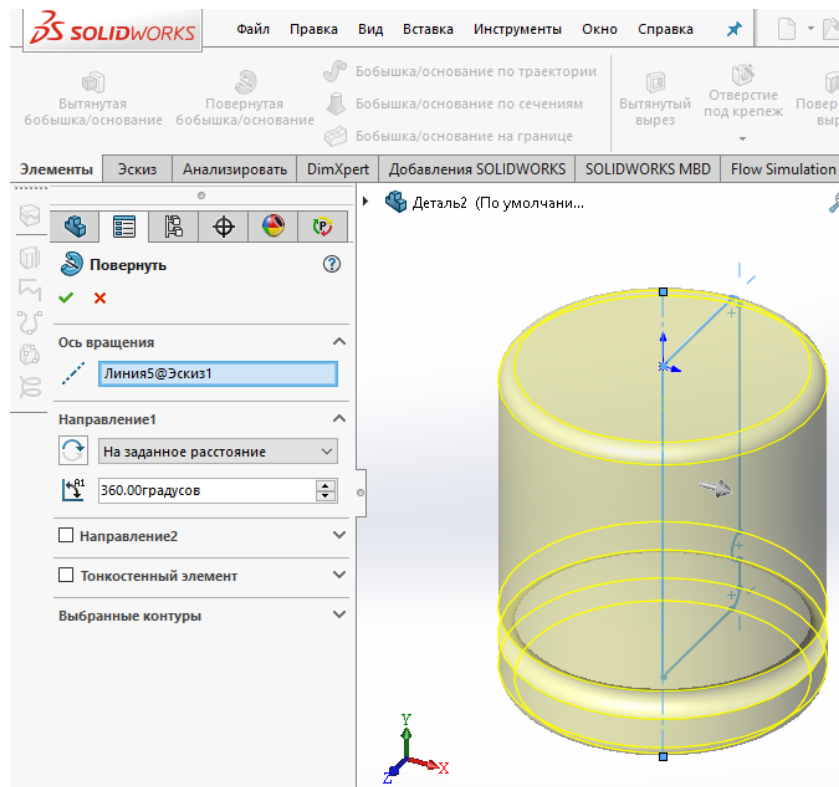

Рисунок 5 – операция «Повернутая бобышка/основание»
7. Выбрать направление: на заданное расстояние. Угол поворота 360°. Закончить операцию (рис. 5)